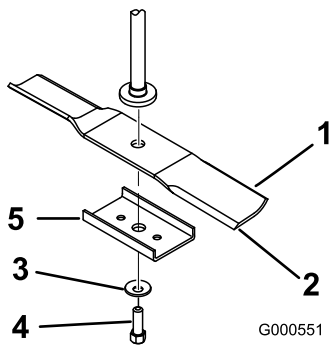
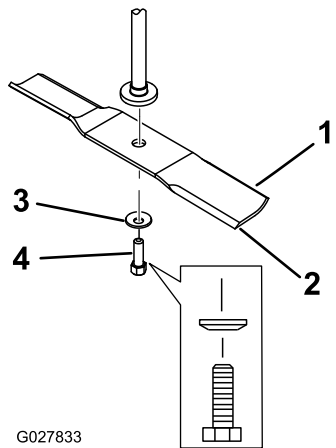

Figure 53
Figure 54
2. Enlevez de l'axe, le renfort de lame (tabliers de 81 cm [32 po] uniquement), le boulon de lame, la rondelle bombée et la lame (Figure 53 et Figure 54).
1. Placez la lame sur l'axe (Figure 54).
2. Montez le renfort (tabliers de 81 cm [32 po] seulement), la rondelle bombée (face concave vers la lame) et le boulon de lame (Figure 54).